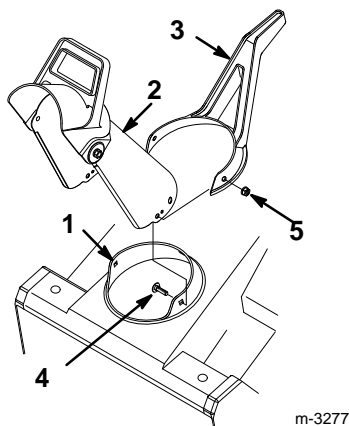

Figure 2
- Placer la poignée d'orientation sur la couronne d'éjecteur (Fig. 2).
- Insérer l'éjecteur entre la couronne et la poignée d'orientation (Fig. 2).